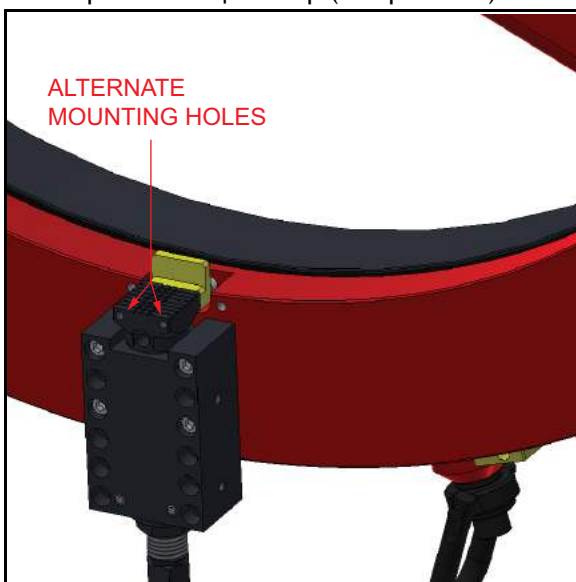

Рисунок 3-4. Установочные отверстия
- Установите установочные пластины на задней стороне фланца, на нижней части выравнивающих опор (см. рис. 3-4).
- Установите установочные пластины на задней (верхней) стороне фланца, на нижней части выравнивающих опор (см. рис. 3-4).